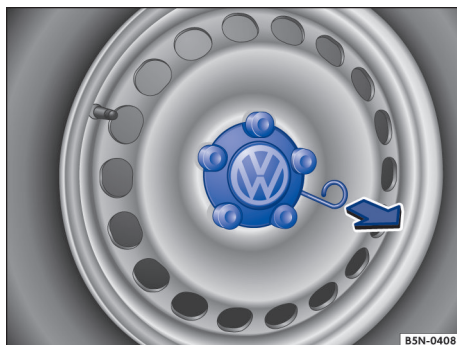

Fig. 238 Retirar a calota central.
- **Remover:** retirar o gancho extrator das ferramentas de bordo → Página 259 e prendê-lo no canto da calota → Fig. 238.